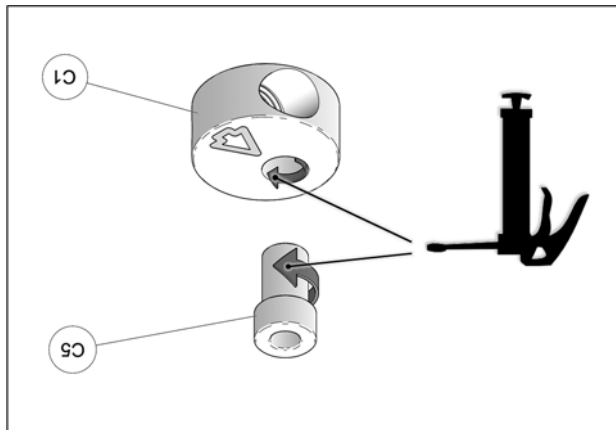

Fig. 21
11. À l'assemblage, les bagues espaces (C5) doivent être graissées. Appliquer une couche de graisse uniforme sur toute la circonférence de la bague espaceur et dans le logement du disque en aluminium (C1). Voir la Fig. 21